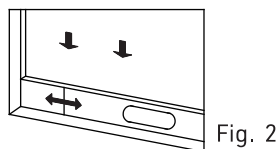
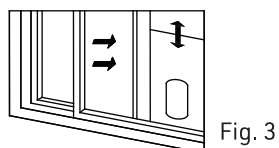

Fig. 2
Fig. 3
- 1.) Ouvrez partiellement la fenêtre et installez la plaque d'étanchéité pour fenêtre dans l'ouverture (comme indiqué dans la Fig. 2 et la Fig. 3). Elle peut être installée en position horizontale ou verticale.